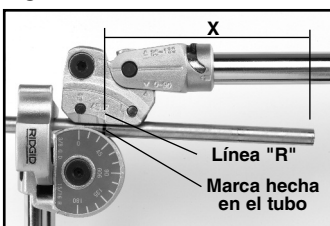

Figura 8 – Antes
- Si el punto de referencia se encuentra a la **DERECHA** de la marca hecha en el tubo (vea la Figura 8 – Antes), alinee la marca en el tubo con la línea "R" en el Carril.